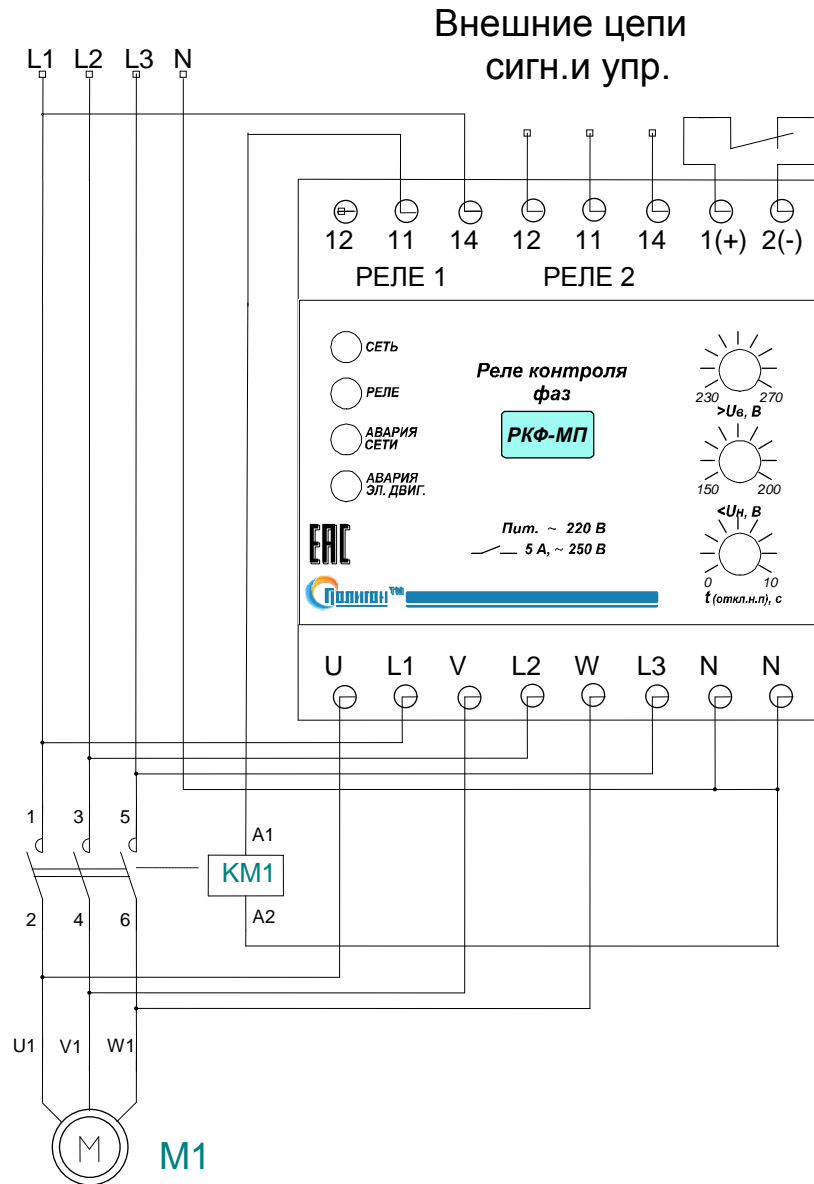

Рис.1. Типовая схема подключения реле РКФ-МП.
4.3. Произвести подключение входной контролируемой сети, цепей управления и сигнализации согласно маркировке (Рис.1.): L1, L2, L3 – фазы силовой сети; N – нейтраль; U, V, W – выход контактора (пускателя); 11 – переключающий контакт реле; 14 – нормально разомкнутый контакт реле; 12 – нормально замкнутый контакт реле; 1(+), 2(-) – клеммы для подключения управляющего сигнала включения контактора. Сечение подключаемых проводов должно быть 1÷1,5 мм кв.